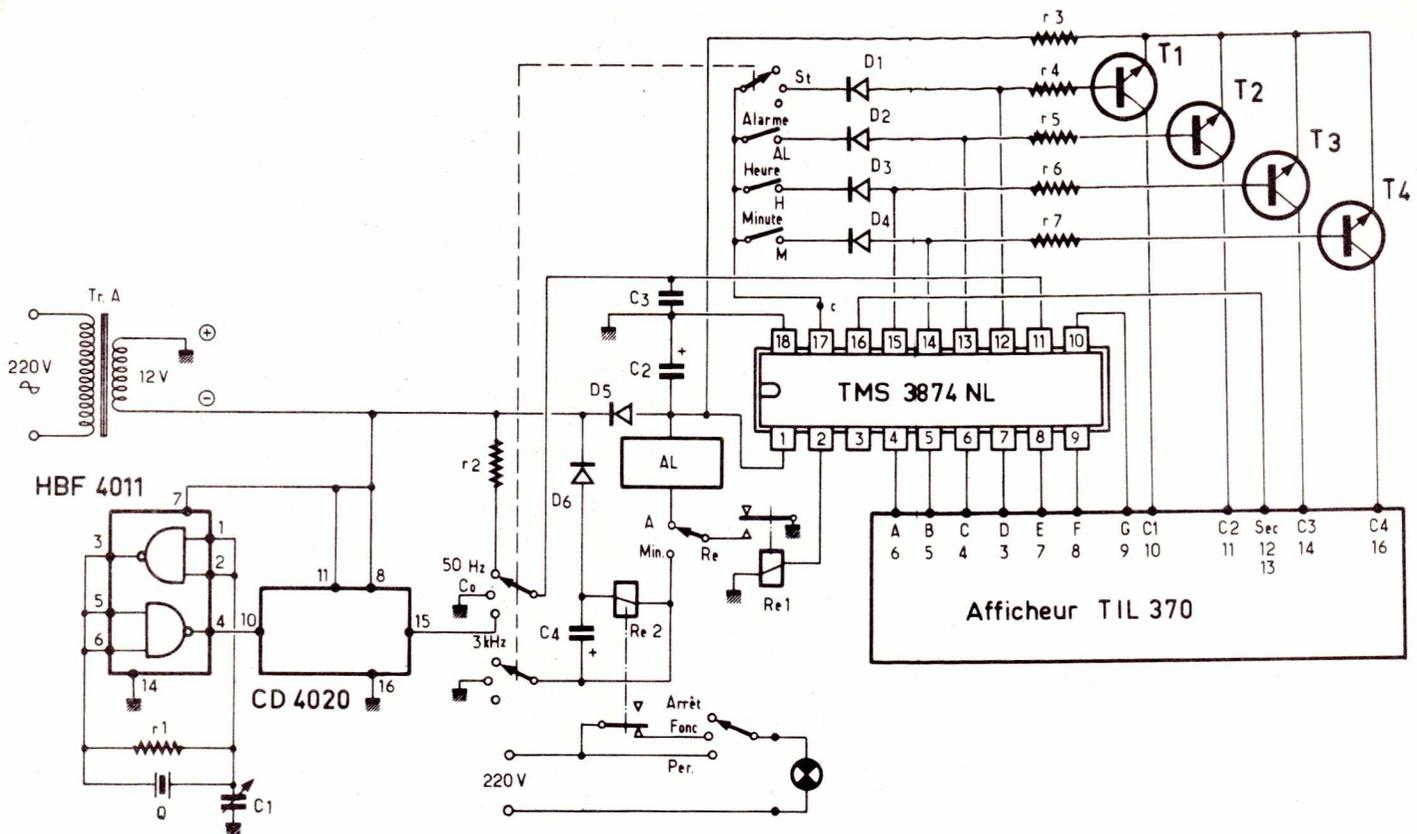

Figure 2
1) L'ALIMENTATION — Comme on peut le voir sur le schéma de principe **figure 2** l'alimentation de l'horloge se fait à partir d'un transformateur 220/12 V — 1,5 VA et d'une diode D_5 associée au condensateur réservoir C_2 . On remarquera ici la simplicité du montage.